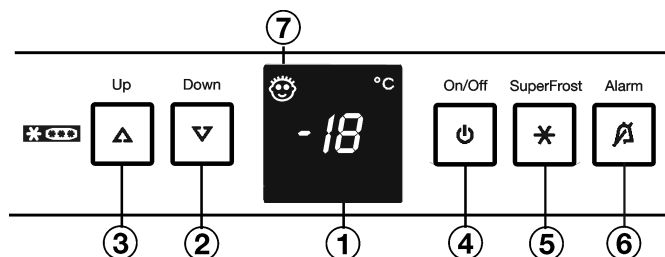

Fig. 2
- ▶ Toets On/Off Fig. 2 (4) indrukken.
- ▶ Instelmodus activeren: toets SuperFrost Fig. 2 (5) gedurende ca. 5 sec. indrukken.